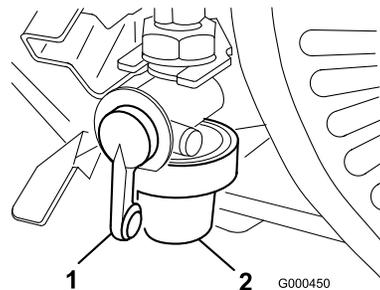

図 32
1. 燃料バルブを閉じて、フィルタのボディーからボウルを外す（図 32）。